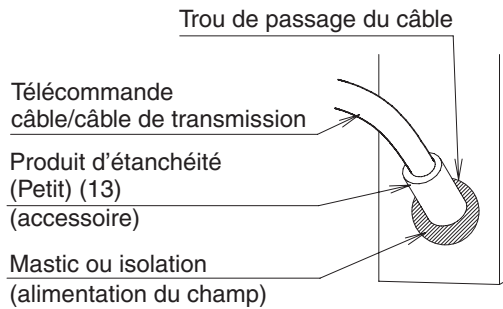

Fig. 24
- Après avoir branché le câble, assurez-vous de coller le produit d'étanchéité (Petit) (13) sur le trou de passage du câble pour empêcher l'eau de pénétrer dans l'unité intérieure. **(Reportez-vous à Fig. 24)**